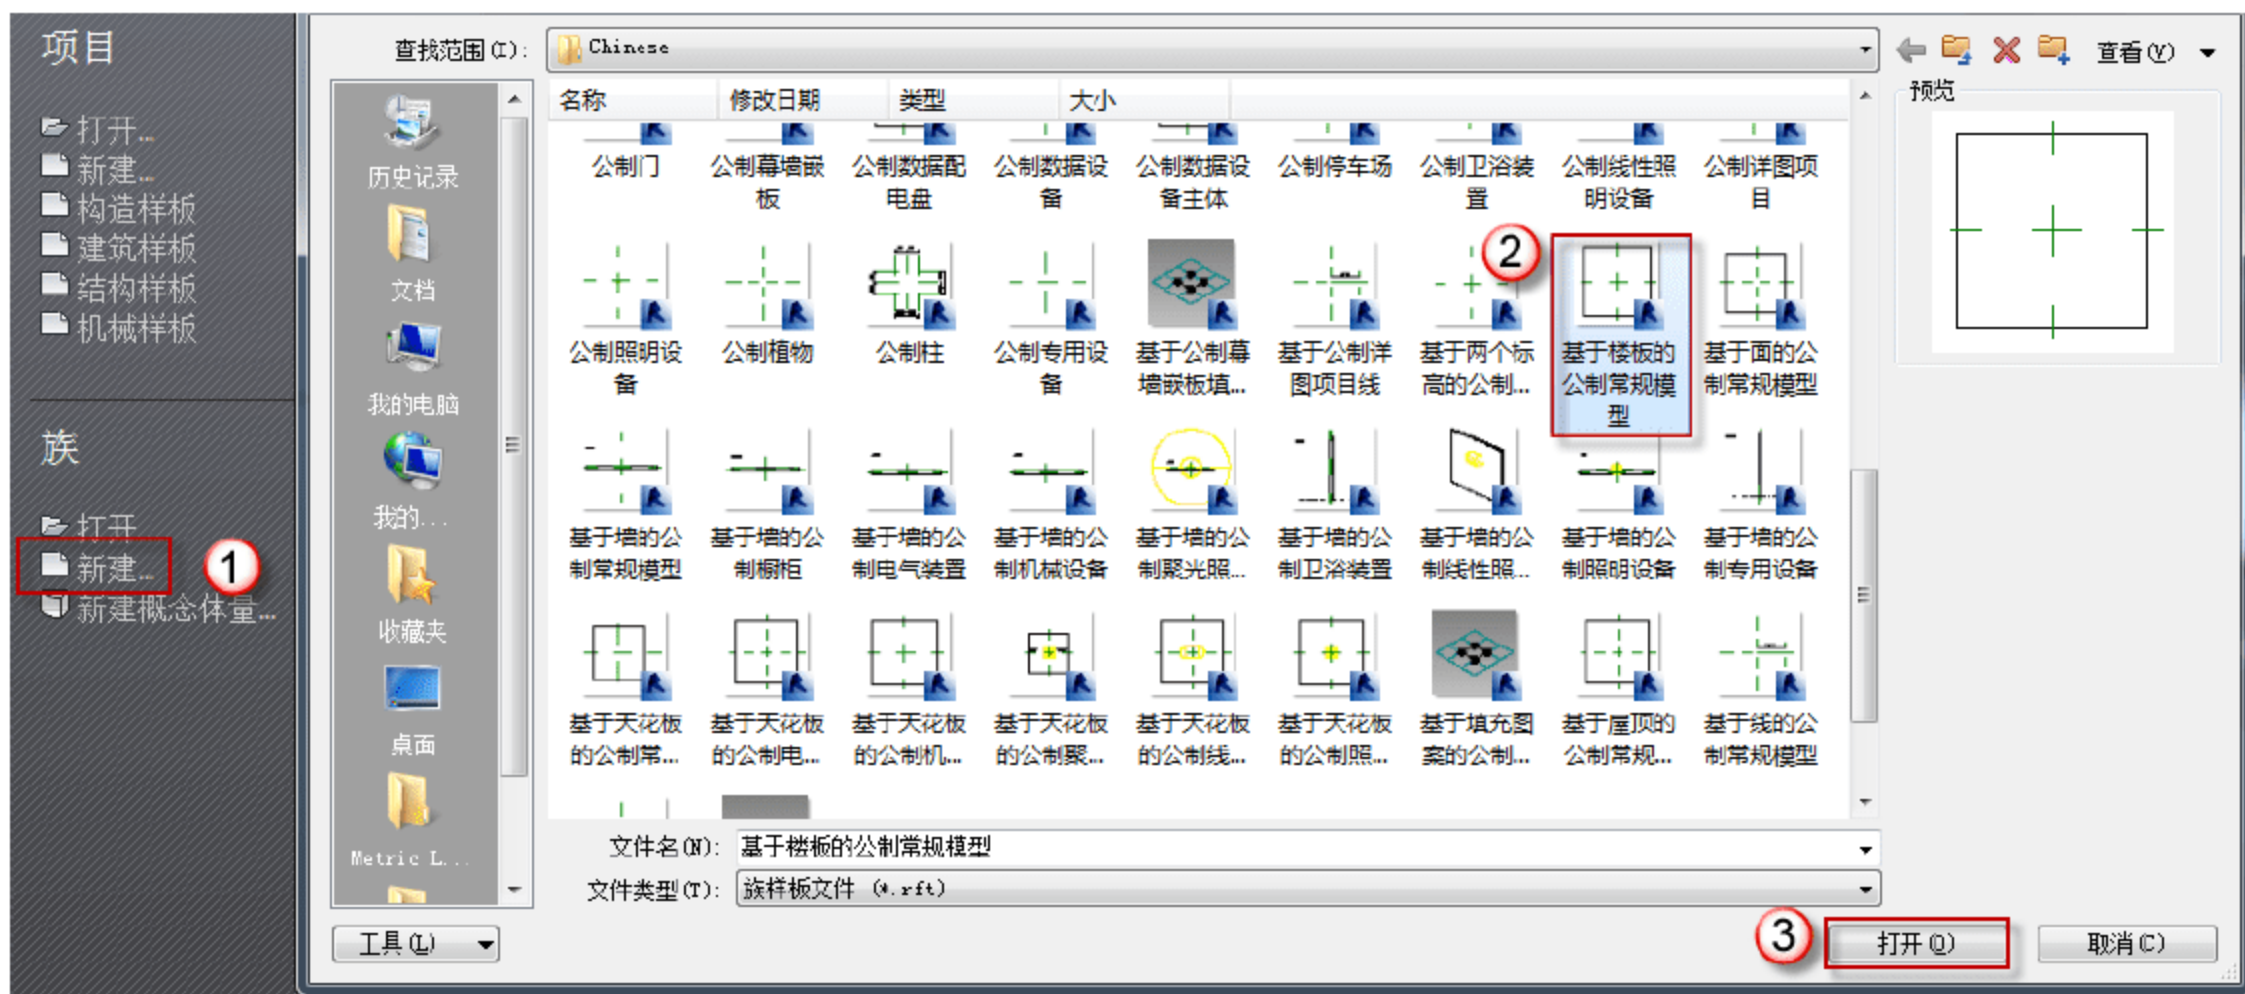

图 12.1.26 打开“基于楼板的公制常规模型”族样板文件
(1) 打开“基于楼板的公制常规模型”族样板文件。单击“新建”按钮，在弹出的“新族-选择样板文件”对话框中，单击“基于楼板的公制常规模型”族样板文件，单击“打开”按钮，如图 12.1.26 所示。